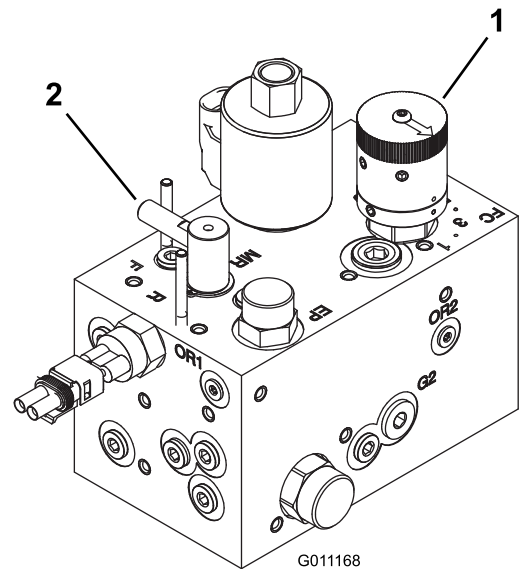

图47
- 将滚刀速度控制旋钮（图47）转动至步骤 1 中确定的数字。